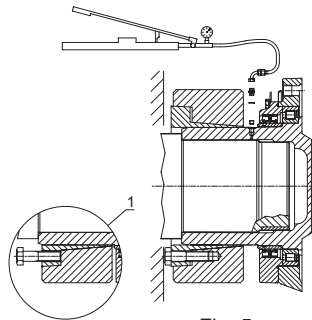
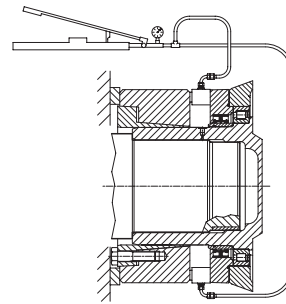

Fig. 5
Fig. 6
- 2) Nel caso gli anelli non si separassero spontaneamente dopo avere allentato le viti, trasferirne alcune nei fori di estrazione dell'anello interno (Fig.5 dettaglio 1) e avvitandole, separare quest'ultimo dall'anello esterno.
- 3) Fare scorrere il giunto assialmente come da fig.5 per permettere l'utilizzo del foro G 1/8" che consente l'immissione di olio in pressione (max. 1000 bar) al fine di facilitare lo smontaggio del riduttore dall'albero della macchina. Se con l'utilizzo del metodo descritto, il riduttore non si libera, in quanto l'accoppiamento dell'albero non assicura la tenuta della pressione, allora si può agire nel modo rappresentato nella fig. 6. Se lo spazio a disposizione lo permette, utilizzando appositi spintori idraulici, occorre fare reazione su n°2 borchie a 180° che si trovano sui coperci porta tenute, senza superare i seguenti carichi assiali: